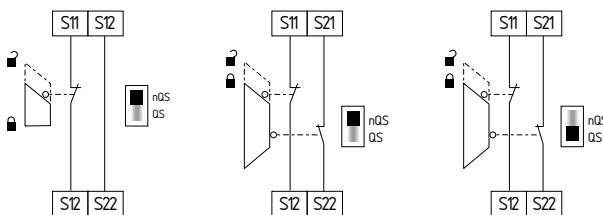

Fig. 12 Fig. 13 Fig. 14
**Circuito de monitorización de un resguardo de seguridad de un solo canal con dispositivo de seguridad con enclavamiento según EN ISO 14119 (véase fig. 12)**